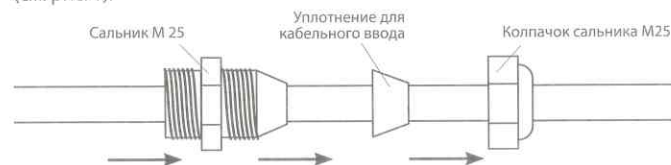

Рис. 1
5.1.1. Надеть на нагревательную ленту последовательно колпачок сальника M25, уплотнение для кабельного ввода и сальник M25 (см. рис. 1).